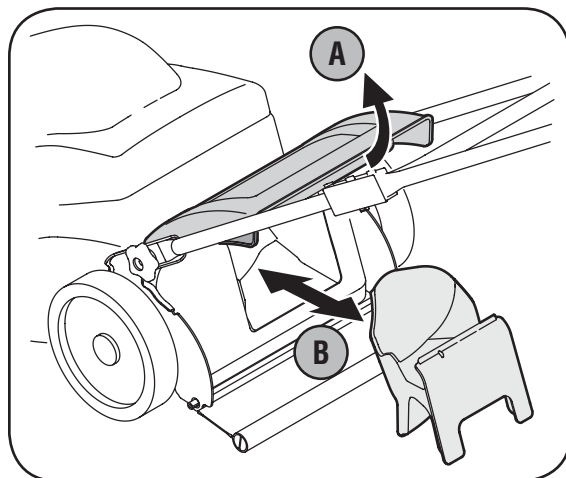

Figure 3-4
- a. Relevez le clapet d'éjection arrière de la tondeuse. Voir la Figure 3-4.